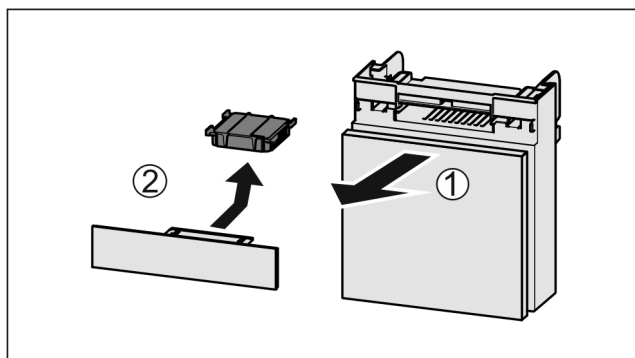

Fig. 207
- ▶ 向前拉出 Fig. 207 (1) 抽屉。
- ▶ 取出 Fig. 207 (2) 活性炭过滤器。